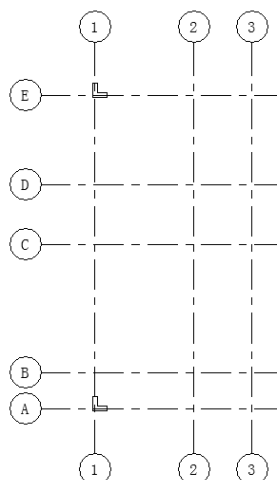

图 5-48 放置 Z1 柱子
(4) 在轴线 A、E 与轴线 1 的交点处放置 Z1 柱子, 如图 5-48 所示。